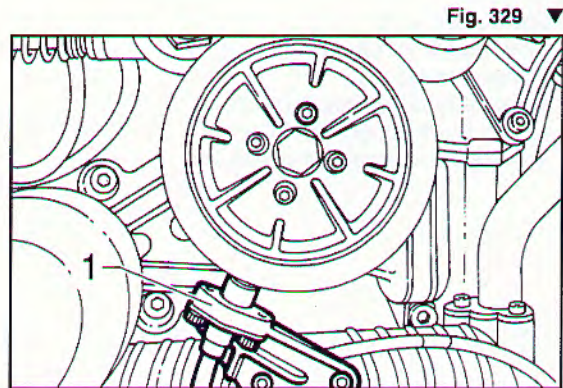

Fig. 329 ▼
- montare il sensore di giri inferiore fisso (1), serrandone le viti di fissaggio (**Fig. 329**);
- mount the lower fixed rpm sensor (1), locking its securing screws (**Fig. 329**);